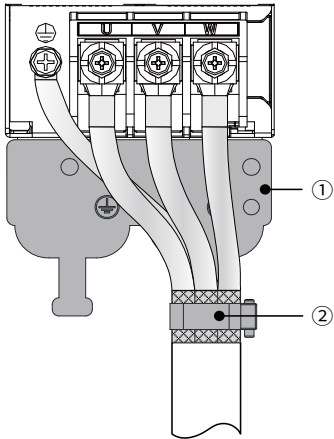

图 3-4 屏蔽支架安装示意图
- 5) 输出电机电缆推荐使用屏蔽线，屏蔽层可用选配件屏蔽支架固定，如图 3-4 所示，用喉箍把裸露的屏蔽层固定在屏蔽支架上。